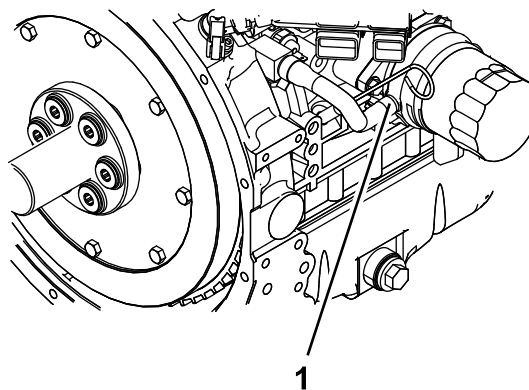

図 53
6. オイルクーラーから冷却液ホースを外し、エンジンブロックから冷却液を抜く 図 53。